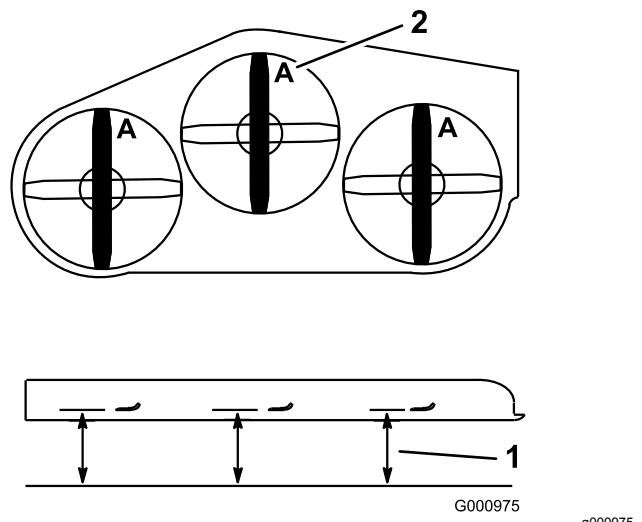

Figure 84
4. Mesurez au point **A** et entre la surface plane et le bord coupant des pointes des lames (Figure 84)